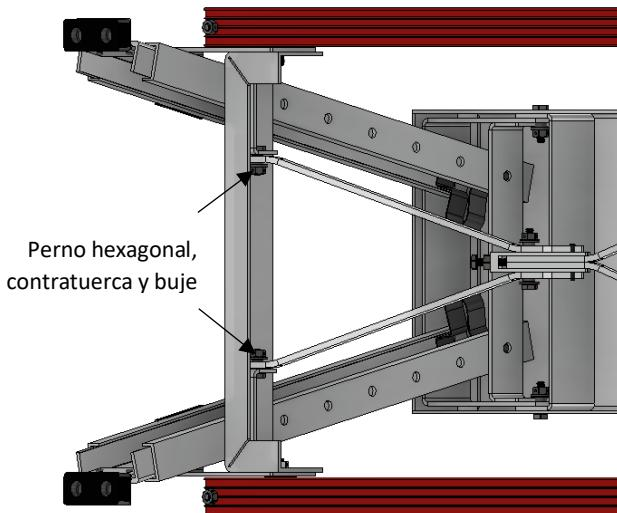

Figura 3
5. Desatornille las dos contratuerças centrales de 1/4"-20 y quite los dos pernos hexagonales 1/4"-20 x 3/4" y los bujes del soporte de montaje en el ensamble de la pata permanente (EDI: 40125) como se indica en la figura 3.
8. Use los dos bujes **nuevos** restantes, pase un buje a través de cada uno de los agujeros de montaje en el puntal inferior corto del ensamble del refuerzo de fijación y alinee los agujeros de montaje del puntal inferior corto con los agujeros en los soportes de montaje del ensamble de la pata permanente como se indica en la figura 3.
9. Use e inserte un **nuevo** perno hexagonal de $1/4"$ -20 x $3/4"$ a través de uno de los agujeros de los soportes de montaje en el ensamble de la pata permanente y a través del buje en el agujero de montaje del puntal inferior corto como se indica en la figura 3.